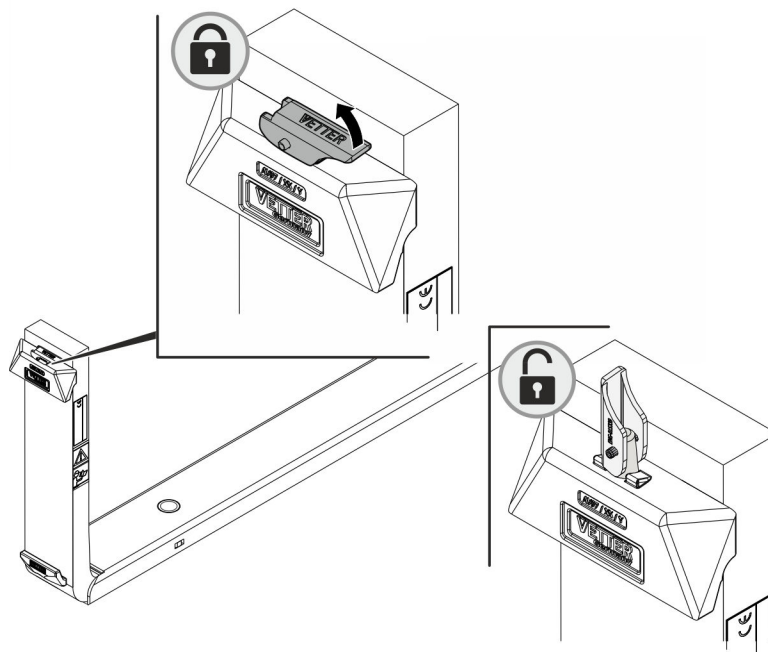

Abb. 5: Arretierung öffnen
4. ➤ Arretierung der ManuTel[®] SlimLine durch Anheben des Arretierungshebels öffnen (Abb. 5).